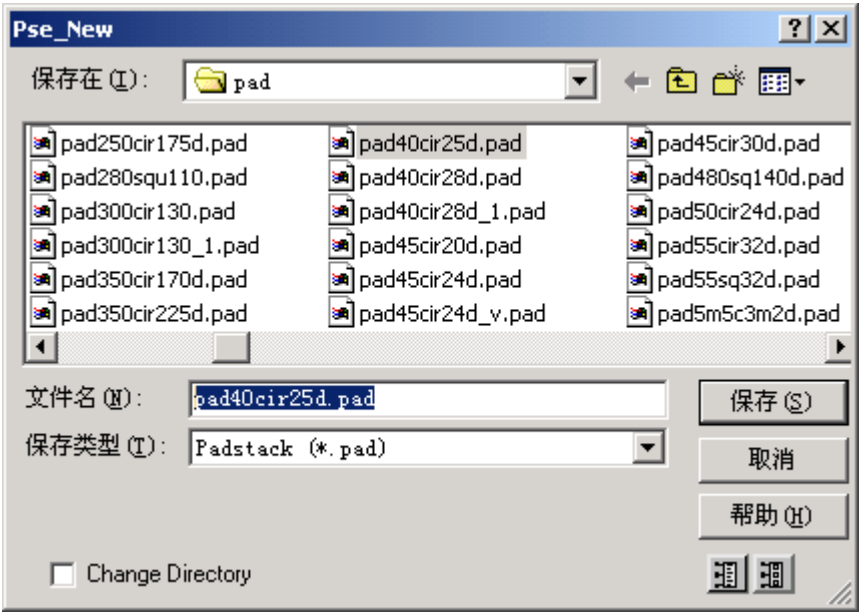

图 6-11 [Pse_New]对话框
- 2) File---New 命令系统弹出[Pse_New]对话框，在文件栏中输入“pad40cir25d”，具体命名规则见第 4 章，如图 6-11 所示，单击保存按钮，关闭对话框。